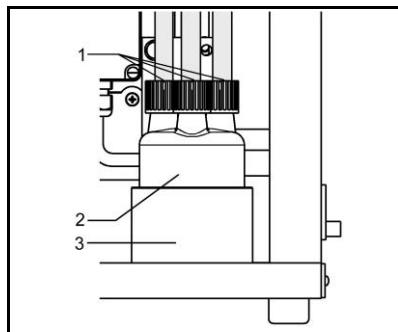

Abb. 19: Abscheider
1. Anschlusstüllen (Abb. 19/1) abschrauben.
2. Abscheider (2) aus Aufnahmebehälter (3) herausnehmen und Inhalt nach örtlich geltenden Vorschriften entsorgen. Anschließend den Abscheider ausspülen.
3. Abscheider (2) in Aufnahmebehälter (3) stellen.
4. Anschlusstüllen (1) anschrauben.